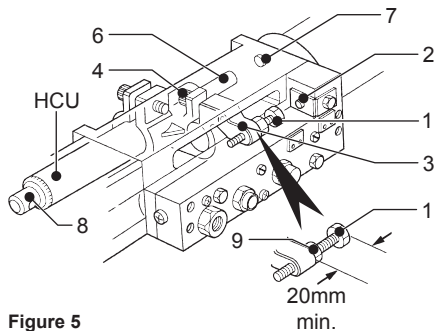

Figure 5
- Utiliser (1) Figure 5 pour le réglage final de la profondeur.
- Bloquer à l'aide de (9) Figure 5.
- Régler la distance entre (2) et (1) Figure 5 à la profondeur de taraudage PLUS la distance du taraud au-dessus de la pièce.